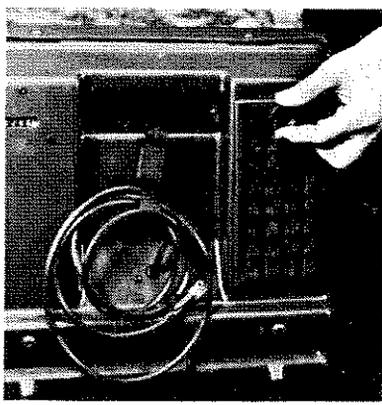

Abb. 10: Lösen der Klappe für den Grobluftfilter
10. Der Grobluftfilter sollte wöchentlich gereinigt werden. Je nach Luftverschmutzung kann es auch häufiger notwendig sein. Um den Grobluftfilter zu reinigen, öffnen Sie die an der Rückseite befindliche Klappe (Abb. 10).